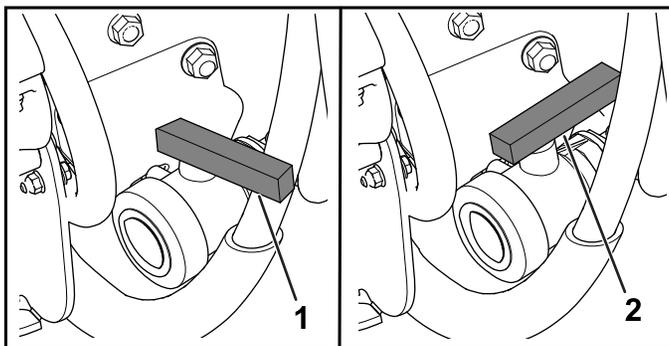

Bild 94
3. Öffnen Sie das Ventil und lassen alle nicht verwendete Lösung aus dem Behälter (Bild 94) aus.
4. Schließen Sie das Abflussventil (Bild 94).